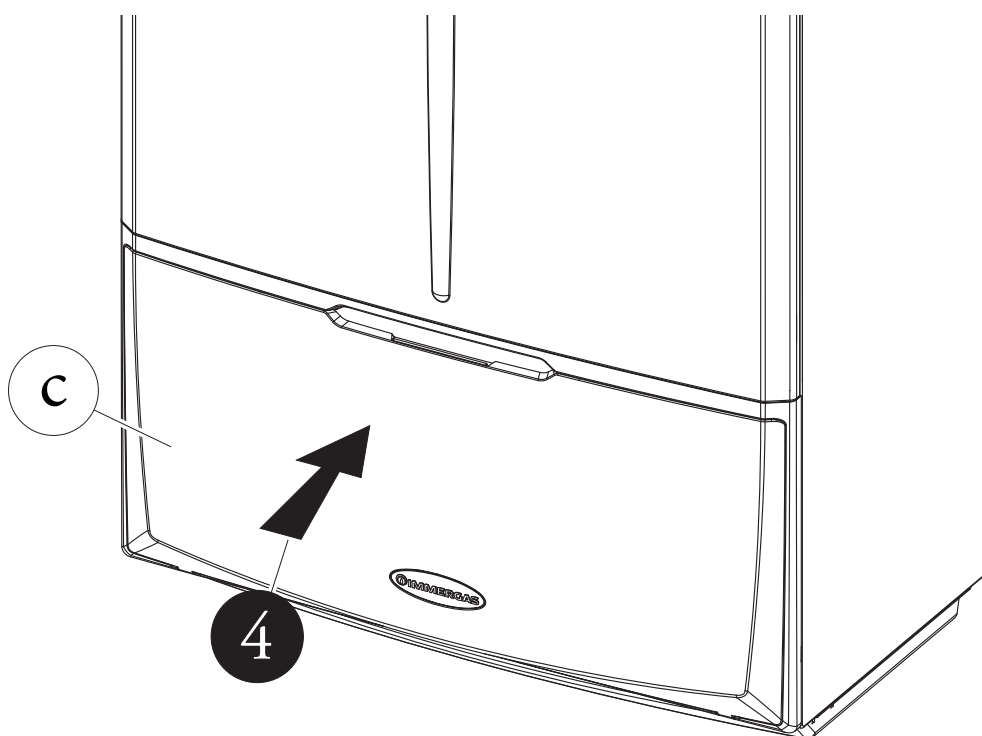

Fig. 6
4) Togliere la pellicola posteriore dai velcri (a) e chiudere il portello cruscotto (c) mantenendolo premuto per circa 20 secondi in modo da farli aderire completamente alle superfici alle quali sono state incollate (Fig. 6).